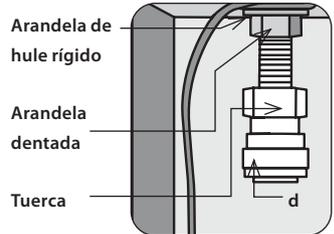

Fig. 8
5. Colocar las piezas que van por debajo de la tarja* y apretar firmemente la tuerca. (Ver Fig. 8).